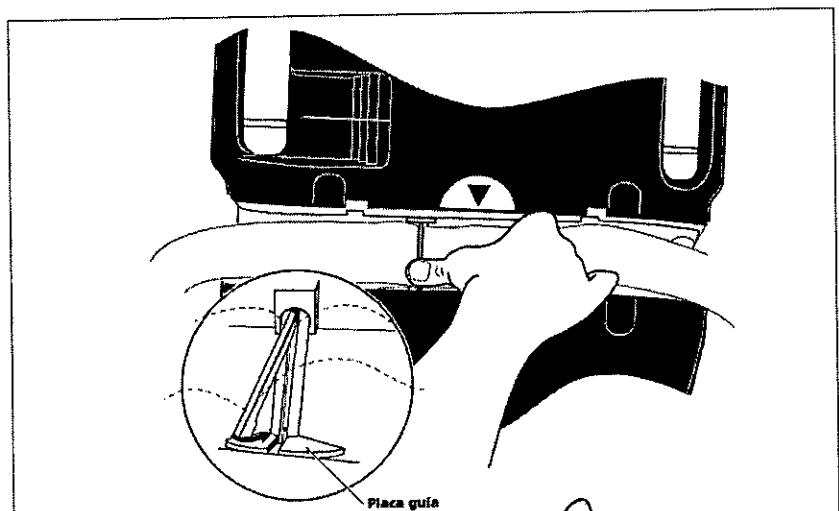

Figura 2-2 Asentamiento del clip de la banda en la ranura del eje motor
5. Compruebe que el clip de la banda se asienta completamente en la ranura del eje motor (consulte la Figura 2-2).